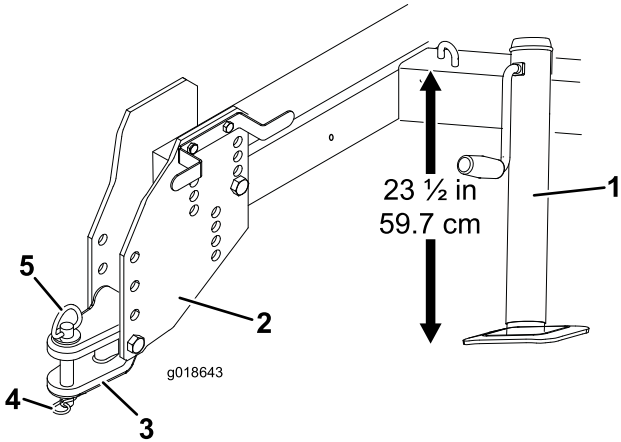

图 3
- 调整支架千斤顶使机架顶部到地面的距离为 59.7cm 图 3。
- 卸下将挂钩牵引杆固定到挂接板上的螺栓和锁紧螺母 图 3。
6. 用挂钩销和保险销将挂钩牵引杆连接到主机上 图 3。